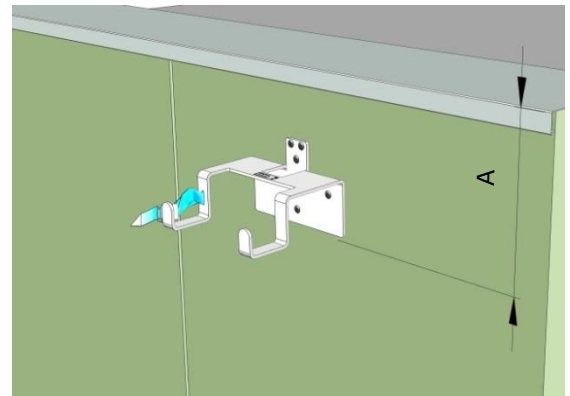
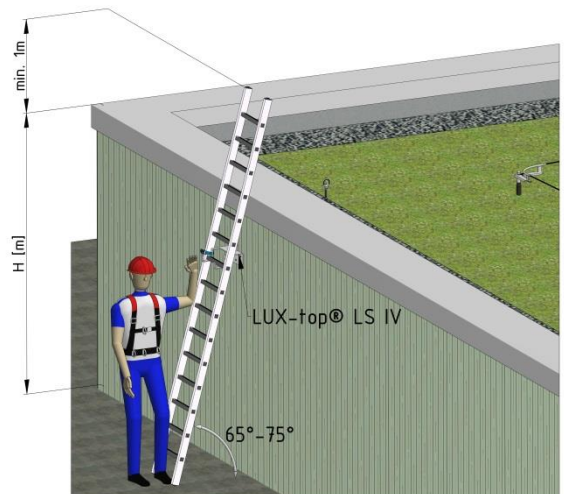

Abb. 1: LUX-top® LS IV montiert an Sandwich-Wandelement
Abb. 2: Korrektes Aufstellen der Anlegeleiter
1. LUX-top® LS IV an Sandwich-Wandelement ausrichten und als Bohrschablone für die Befestigungslöcher der Niete nutzen (siehe Abb. 1). Abstand A so wählen, dass der korrekte Leiter-Anlegewinkel (65° bis 75°) eingehalten wird (siehe Abb. 2)!
Anlegeleiter entsprechend Abb.2 aufstellen.